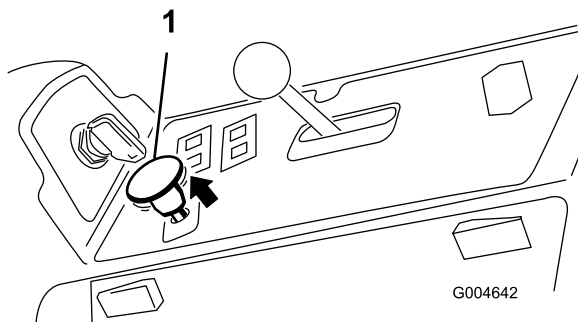

Figure 21
3. Tirez sur la commande de PDF pour engager la PDF (Figure 21).